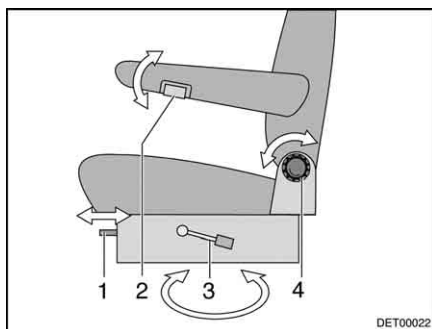

Bild 2 Fahrer- und Beifahrersitz
- Den Hebel (Bild 2,3) nach unten drücken.